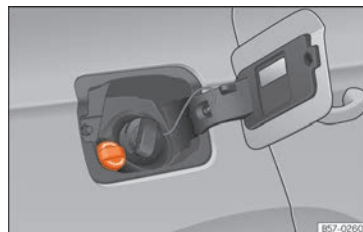

Fig. 206 Tampão do bocal de enchimento do reservatório do AdBlue.
- Abrir a tampa do depósito »» Fig. 206.
- Rode o tampão de fecho do bocal de enchimento de SCR para a esquerda »» Fig. 206.